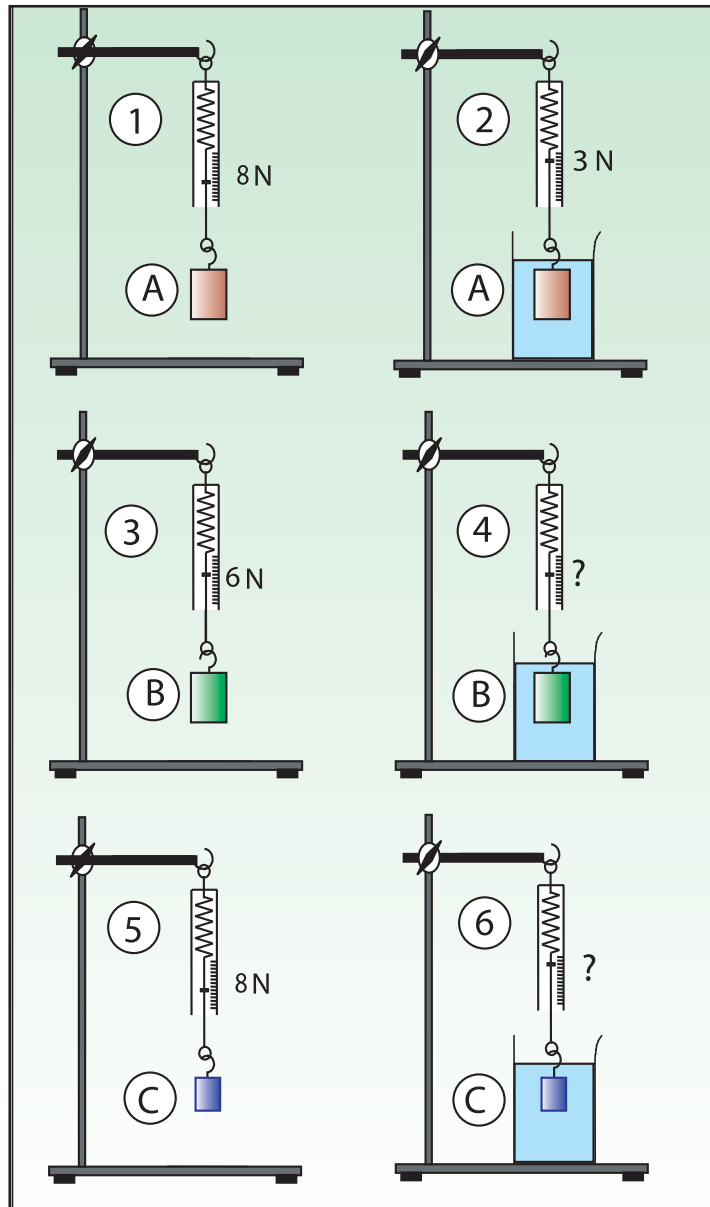

Fig.20
8- On a réalisé les six expériences schématisées sur les figures 20 ci-contre. Le liquide est le même pour toutes les expériences, mais les solides (A), (B) et (C) sont différents.
- Calculer la poussée d'Archimède sur le solide (A).
- Le solide (B) a le même volume que le solide (A). Quelle est l'indication du dynamomètre dans l'expérience 4 ?
- Le solide (C) a un volume qui est égal à la moitié de celui de (A). Quelle est l'indication du dynamomètre dans l'expérience 6 ?